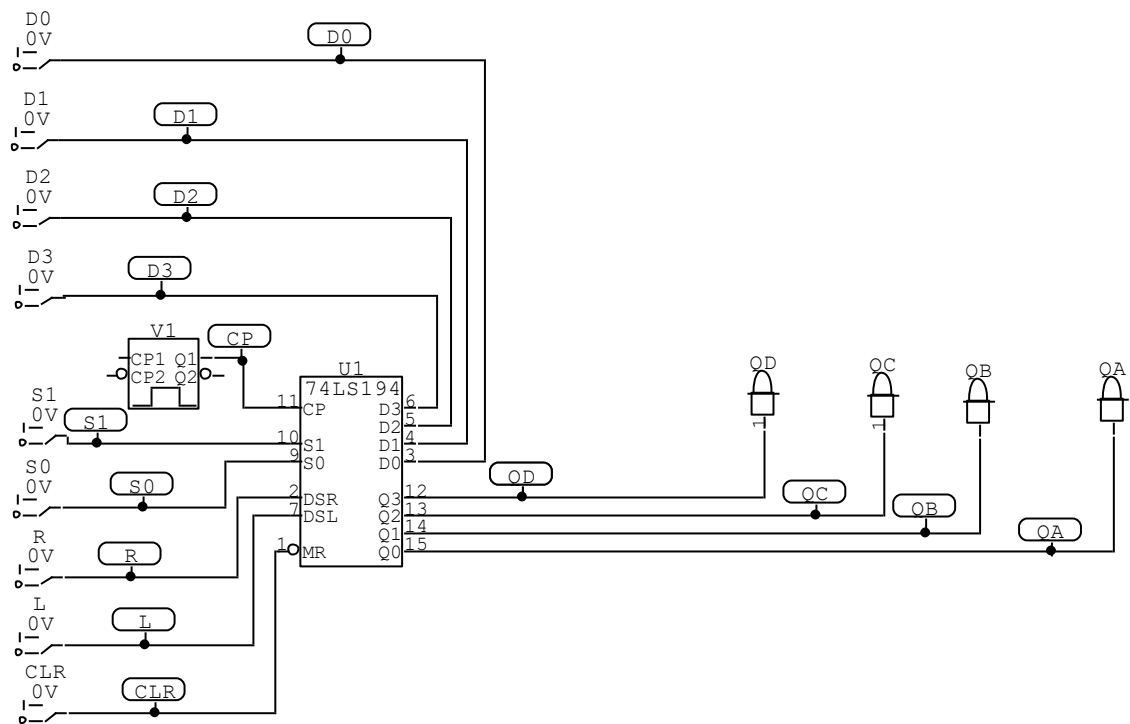
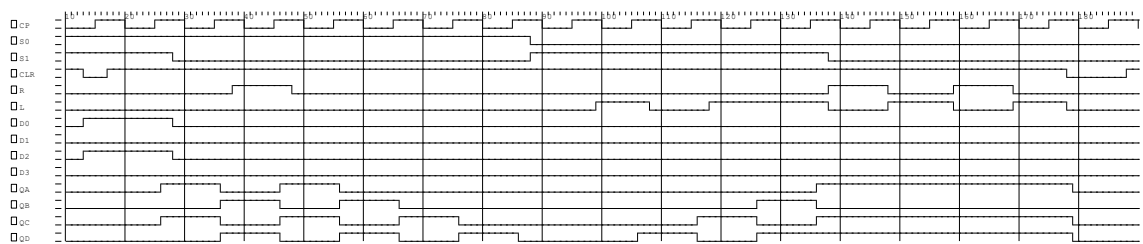

図4 4bit シフトレジスタの回路
図5 4bit シフトレジスタのタイムチャート
3.1 についての回路図を図 4 に、タイムチャートを図 5 に示す。